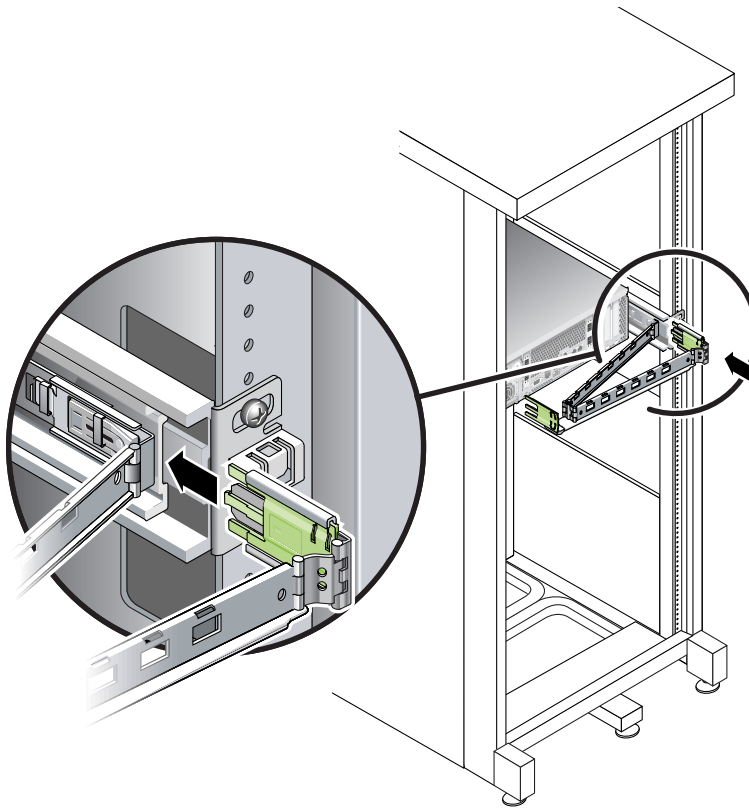

FIGURE 2-23 Fixation du connecteur CMA externe
3. Insérez la plus grande des extensions dans l'extrémité du rail coulissant droit (FIGURE 2-23).